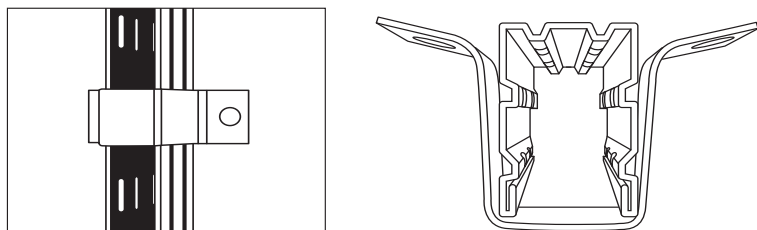

Рис. 23. Крепление стеллажа к стене.
2) Крепление к стене. Для крепления стоек стеллажа ТСУ Универсал к стене используются скобы ТСУ крепления к стене. Крепёж в комплект не входит, подбирается индивидуально в зависимости от материала стен, к которым крепится скоба. Количество скоб крепления к стене, в пересчете на одну раму (пару стоек), зависит от высоты стоек (рис. 23). Для высоты до 2500 мм используется 1 скоба, от 3000 до 3500 мм — 2 скобы, для 4000 мм — 3 скобы.